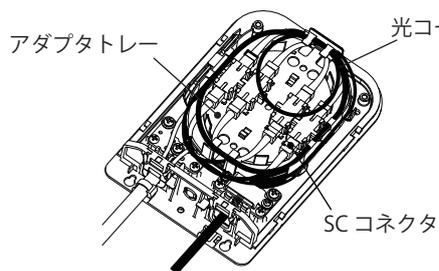

図 8
- ・アダプトレイにて SC コネクタ接続を行い、光コード余長を収納してください。(図 8)